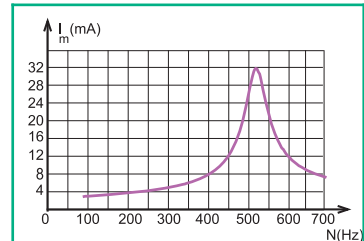

Fig.6a : Evolution de  $I_m$  en fonction de  $N$
- le tracé de la figure 6a représentant l'évolution de l'amplitude  $I_m$  de l'intensité  $i$  en fonction de  $N$ .